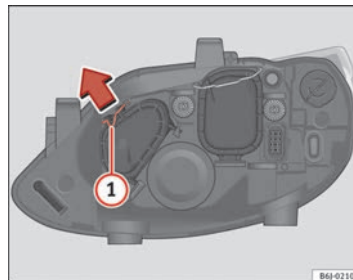

Fig. 161 Feux de position
- Déplacez le tirant ① dans le sens de la flèche puis retirez le cache ⇒ fig. 161.